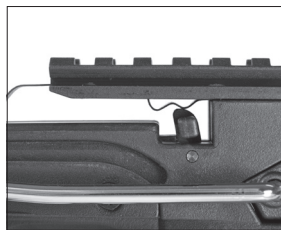

FIGURE 9
7. Deslice el interruptor del seguro de la posición de seguro activado ("ON SAFE") a la posición de fuego ("FIRE"). (Fig. 9)